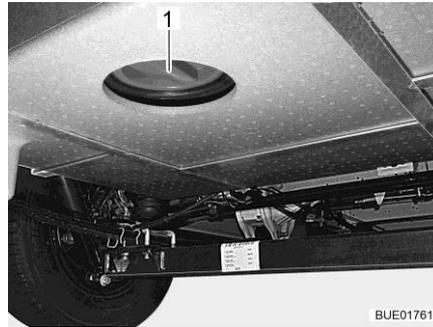

Fig. 213 Orificio de limpieza (depósito de aguas residuales)
- Abrir el orificio de limpieza (Fig. 213,1) del depósito de aguas residuales y la llave de desagüe.